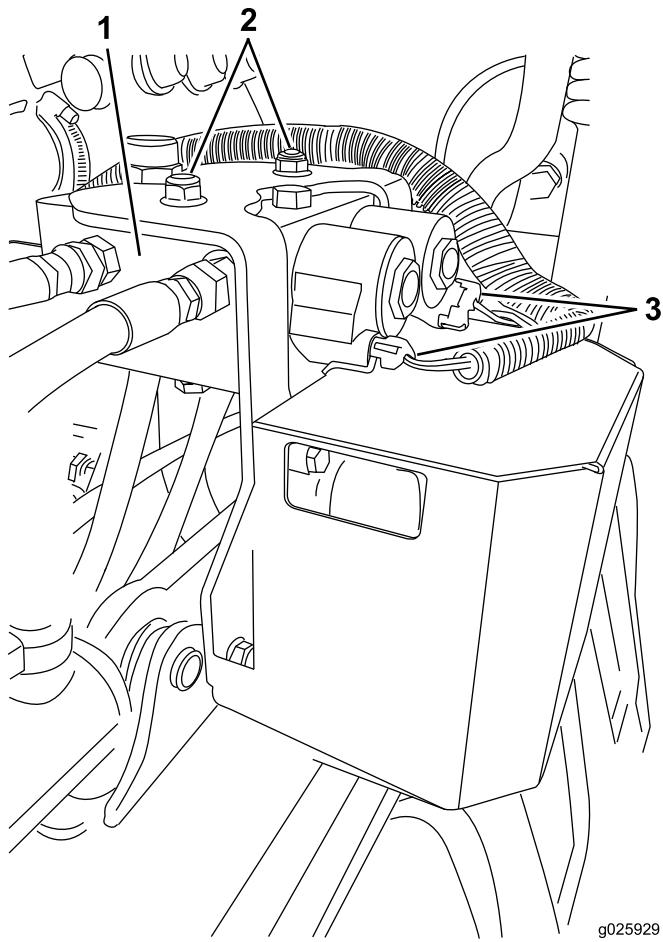

Figura 17
4. Fate arrivare il cablaggio preassemblato al blocco idraulico (Figura 17).